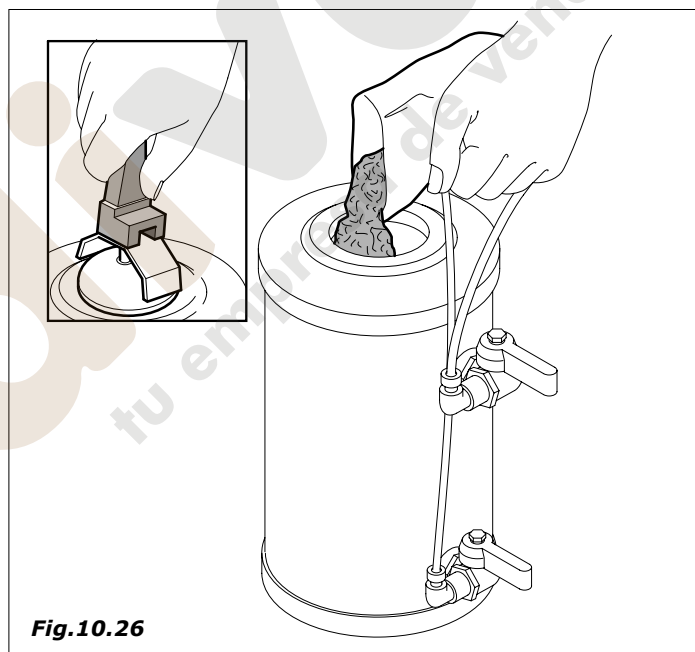

Fig.10.26
- Abrir la tapa e introducir 1,5kg. de sal de cocina (Fig.10.26)